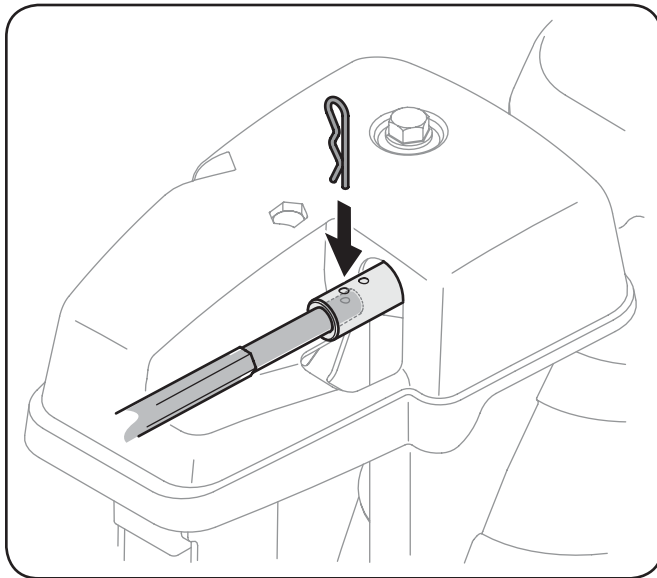

Figure 6-6
2. Retire la varilla de control del canal hasta que el orificio de la misma se alinee con el segundo orificio en el montaje de rotación del canal. Vea la Fig. 6-6.
3. Vuelva a insertar el pasador de chaveta a través de este orificio y la varilla de control del canal. Vea la Fig. 6-6.